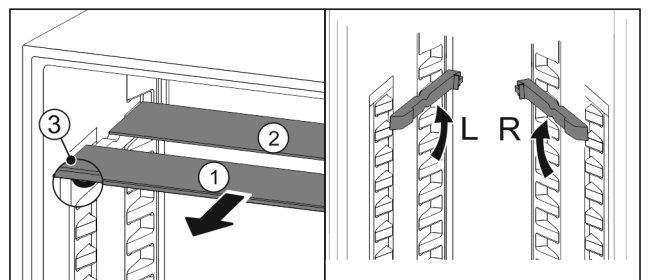

Fig. 69
- Glasplaten afzonderlijk vanaf de voorkant eruit trekken Fig. 69 [1].
- ▷ Glasplaat Fig. 69 [1] met sierlijst ligt voor.
- ▷ Stops Fig. 69 (3) zijn naar onder gericht.